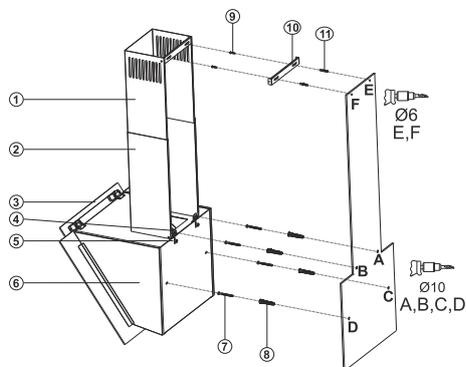

Fig. 11
1. ➔ Allentare la vite di fissaggio della piastra di sospensione del prodotto (5), tirare la piastra di sospensione (4) verso l'alto e fissarla riavvitando la vite di fissaggio (Fig. 11).
2. ➔ Montare la cappa con l'aiuto del schema di assemblaggio (Fig. 11).
3. ➔ Fissare la dima di montaggio sulla parete all'altezza specificata (Vedere le distanze progettate minime e massime dal piano di lavoro). Perforare i punti A, B, C e D (Fig. 11).